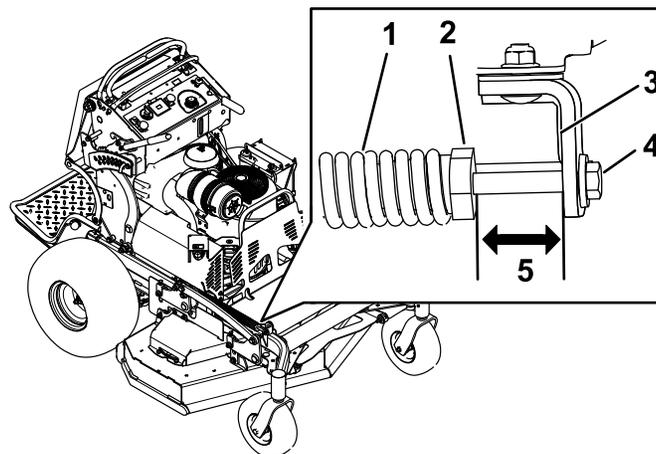

Figura 99
2. Verifique o comprimento entre a porca da mola e o lado traseiro do suporte de montagem soldado (Figura 99).
3. Certifique-se de que o comprimento é de 51 mm para plataformas de 122 cm/132 cm e de 38 mm para plataformas de 152 cm, como se mostra na Figura 99.
4. Se for necessário, ajuste a distância ao ajustar o parafuso na dianteira do suporte de montagem (Figura 99).